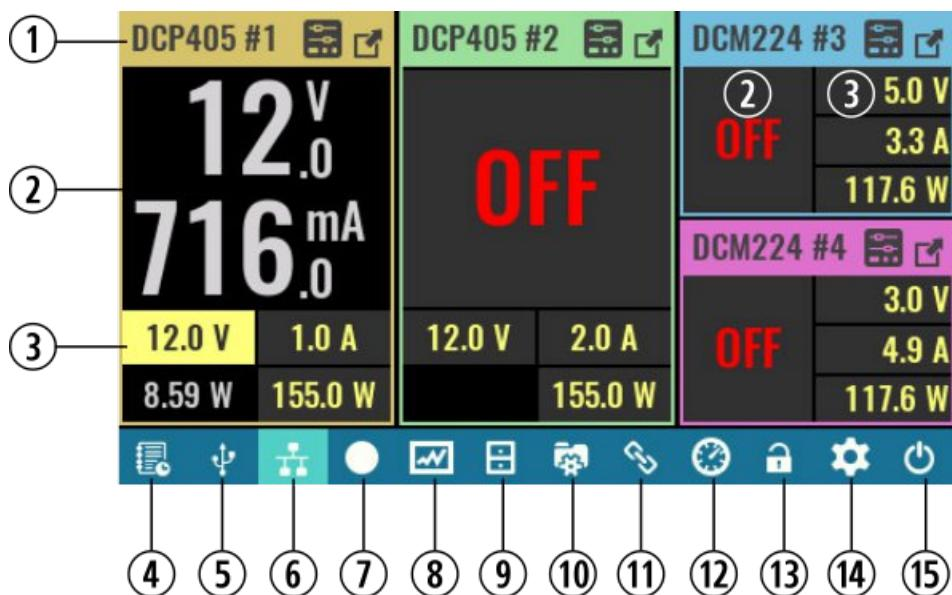

Abb. 8: Home page overview
Abb. 8 zeigt das Hauptmenü des EEZ BB3 mit drei verschiedenen Leistungsmodulen (siehe Abb. 9) unter Verwendung der Standardansicht (*numerisch*) zur Darstellung der Ausgangszustände sowie der gemessenen und eingestellten Werte. Diese Modulkonfiguration (d. H. DCP405 und DCM220) wird in diesem Handbuch als Beispiel verwendet.
- 11 Auswahl der Anzeigearnsicht:** Umschalten zwischen fünf verschiedenen Darstellungen der Parameter des Ausgabemoduls (Standard ist die numerische Ansicht – siehe Abb. 8).